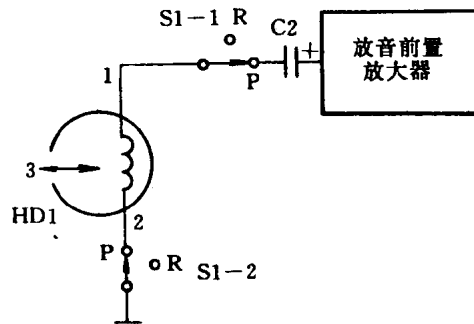

图 1-5 干扰检查示意图
(1) 放音无声故障。无声是这一电路的一个常见故障，确定放音无声故障是否出在输入电路中的方法是这样：放音状态下，干扰放音前置放大器的输入端，若扬声器中没有响声，则故障部位在前置放大器及之后的电路中，与磁头输入电路无关；若干扰时有很大的响声，则说明故障出在放音输入电路中。此时可用干扰法进一步检查，图 1-5 是运用干扰法时的检查示意图。